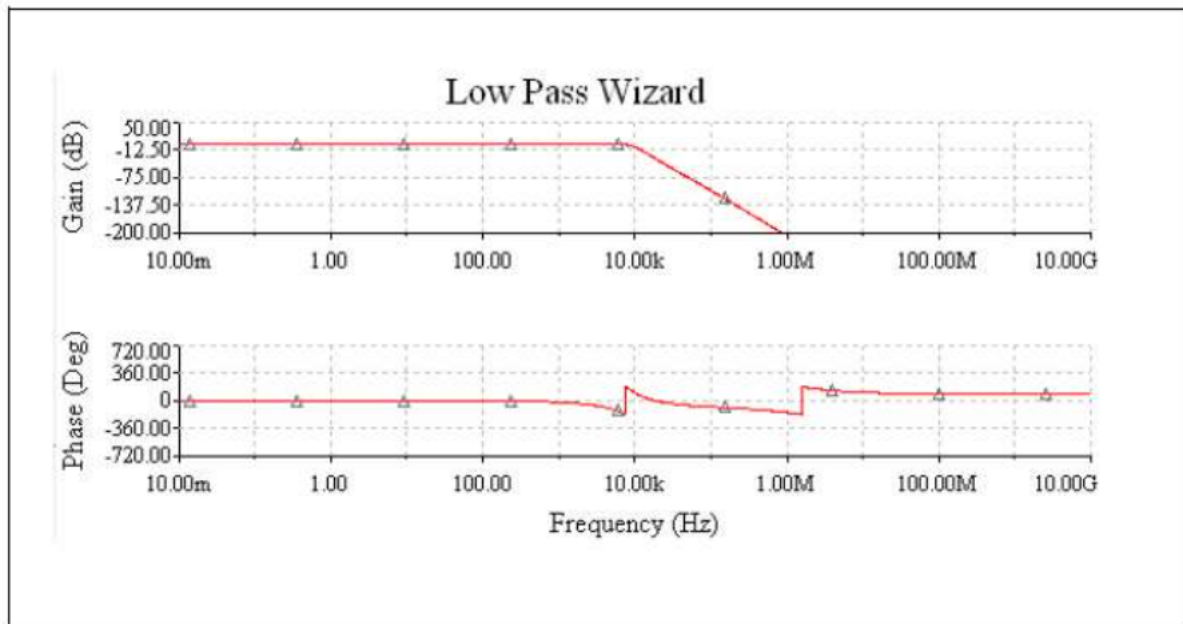
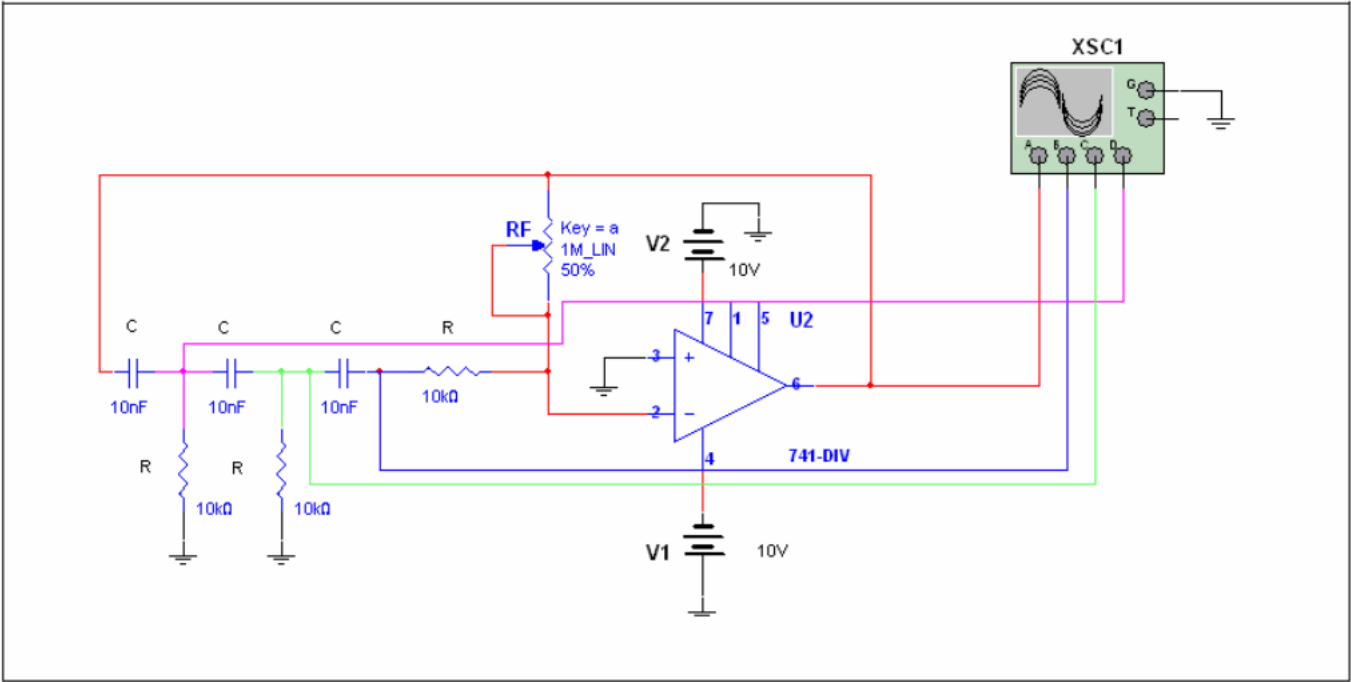

Рис. 5-1.
Рис.6-1
Цель моделирования состоит в демонстрации характеристик и принципа действия фазосдвигающего генератора. Схема на рис.6-1 представляет собой высокочастотную RC-схему третьего порядка с обратной связью как точную модель генератора. Также как и для любого другого генератора, критерий Баркгаузена определяет необходимость сдвига по фазе в 360 градусов между входным и выходным сигналами, а также общий коэффициент усиления в данной схеме должен быть не меньше единицы. На рис. 5-1, инвертирующий операционный усилитель обеспечивает фазовый сдвиг в 180 градусов. RC-цепь должна обеспечивать дополнительные 180 градусов для итогового фазового сдвига со значением ноль градусов. Каждый из блоков схемы обеспечивает примерно по 60 требуемых для сдвига градусов. Часть фильтра, состоящая из RC-цепочки, вносит затухания, которые должны быть выровнены при помощи операционного усилителя для достижения единичного коэффициента усиления в схеме.
1. Соедините элементы схемы так как это показано на рис.6-1.
Для схемы на рис.6-1 рассчитайте необходимое значение емкости конденсатора C для обеспечения колебаний с частотой 900 Гц. Измените текущие параметры моделирования, дважды щелкнув мышью на нужном виртуальном компоненте. Запустите моделирование и сравните результаты с ожидаемыми теоретическими значениями.